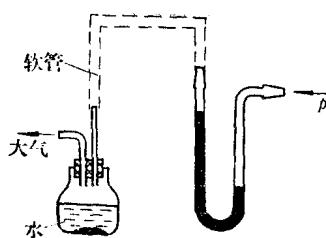

图2-1 收集瓶装置
1. 被测压力不能超过仪表测量范围。有时因生产上突然停电或操作不注意造成压力增大，使工作液冲走。若是水银工作液冲走，既带来损失，还可能造成水银中毒的危险。在这种情况下，可采用接长玻璃管或装设收集瓶的方法。如图 2-1 所示。